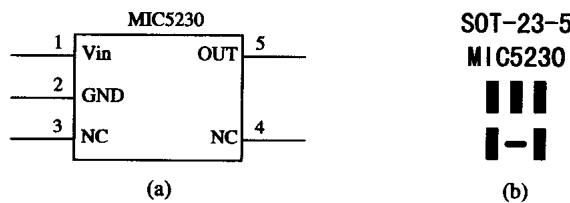

图 1 - 1 MIC5230 的管脚引线与 SOT - 23 - 5 型表贴封装外形图
- (1) 非常低的静态电流，对地电流仅为 1 μ A。
- (2) SOT - 23 - 5 型表贴封装(如图 1 - 1 所示)。
- (3) 具有较宽的输出电压选择范围(3.3 V、5.0 V、6.0 V 以及 12.0 V)。
- (4) 输出电流标称值为 10 mA。
- (5) 不需外接输入和输出大容量电解电容，只需接一个 1 μ F 的电容即可。
- (6) 较低的压差(输入和输出之间的压差仅需 20 mV)。
- (7) 具有较高的负载调整率。
- (8) 温度漂移较小。